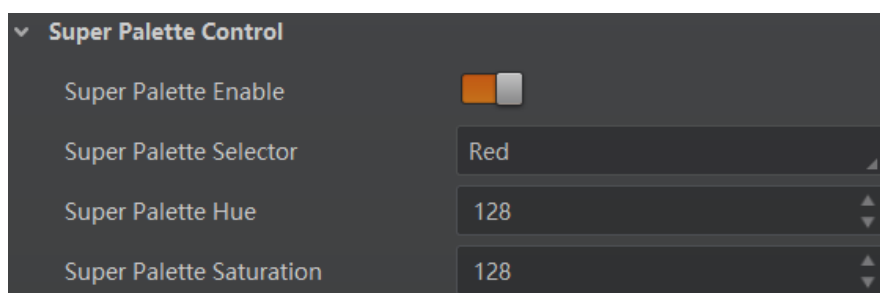

图7-45 Super Palette Control
3. 修改对应颜色区域的 *Super Palette Hue* 参数值及 *Super Palette Saturation* 参数值，如图 7-45 所示。